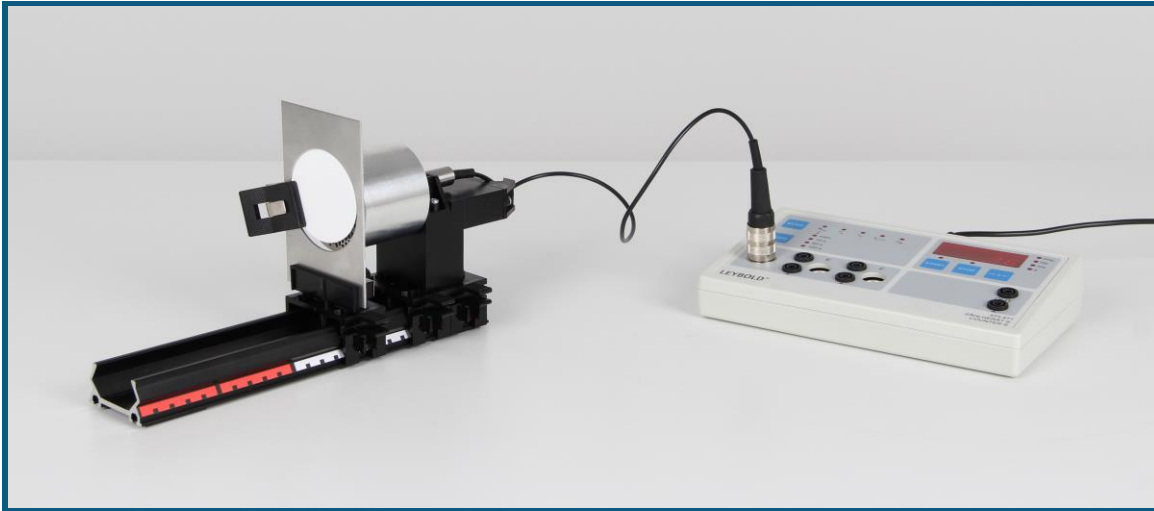

Abb. 1: Versuchsaufbau
1. Untergrund des Glasfaserfilters bestimmen, dazu Glasfaserfilter mit Kunststoffklammer in Aluminium Rahmen befestigen. Aluminium Rahmen in Plattenhalter auf Klemmreiter montieren und alles auf Metallschiene platzieren (s. Abb. 1).
10. Getrocknetes Glasfaserfilter, wie zur Untergrundmessung, mit Kunststoffklammer in Aluminium Rahmen befestigen. Aluminium Rahmen in Plattenhalter auf Klemmreiter montieren und alles auf Metallschiene platzieren (s. Abb. 1).